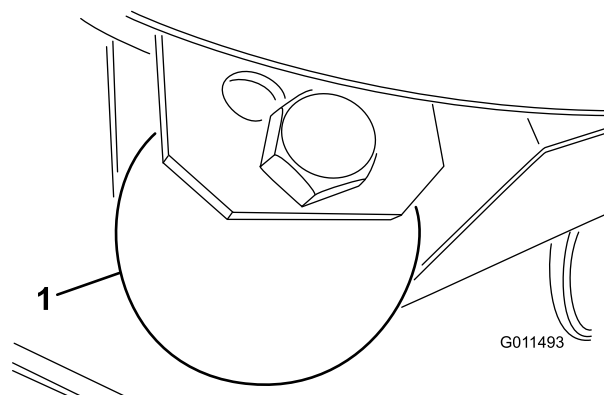

Figura 27
1. Retire o parafuso e a porca que fixam a roda guia aos suportes da unidade de corte (Figura 27).